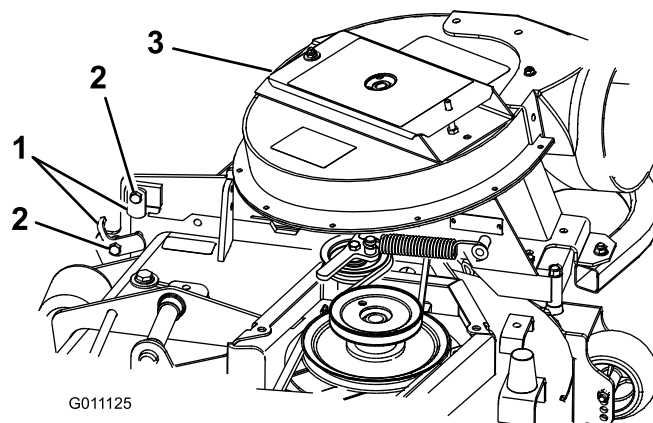

Figura 17
- Feche a estrutura do soprador para ver se as patilhas estão corretamente ajustadas. Desaperte ou aperte o parafuso de forma a que as patilhas suportem firmemente a estrutura do soprador contra a plataforma do cortador, mas que possam ser libertadas manualmente (Figura 17).